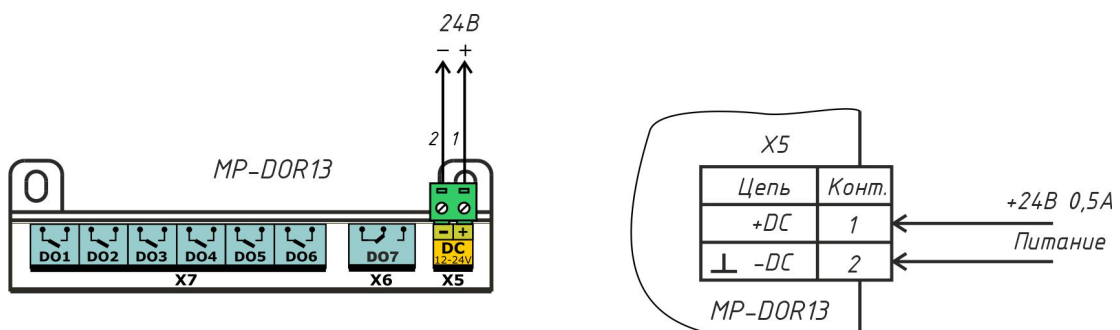

Рисунок 7 – Подключение цепи электропитания
2. Подать на разъем X5 напряжение питания $+24 \text{ В}$ от отдельного источника постоянного напряжения, соблюдая полярность (рисунок 7). Рекомендуемый тип провода ПуГВ сечением $0,5 \text{ мм}^2$.